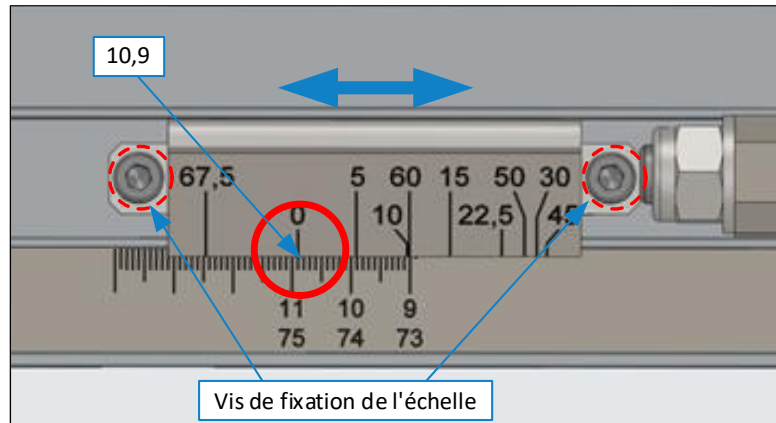

Figure 7 : ajuster DSG-D (4)
9. La mesure de la longueur doit correspondre à la position « 0 » ($\cong 90^\circ$) sur l'échelle des (voir \Rightarrow Figure 7).
10. Si la mesure de longueur ne correspond pas à la position « 0 », laisser le DSG-D en position bloquée, desserrer les vis de l'échelle graduée et la déplacer jusqu'à ce que le 0 de l'échelle supérieure corresponde exactement à la valeur mesurée. Resserrer ensuite les vis (\Rightarrow Figure 7).
Exemple : Si une pièce de matériau est coupée avec un réglage de 110 mm mais qu'elle ne mesure que 109 mm lors de la mesure ultérieure, l'échelle doit être déplacée de manière à ce que le 0 corresponde à la valeur 10,9 ($\cong 109$ mm) sur l'échelle inférieure (voir \Rightarrow Figure 7).